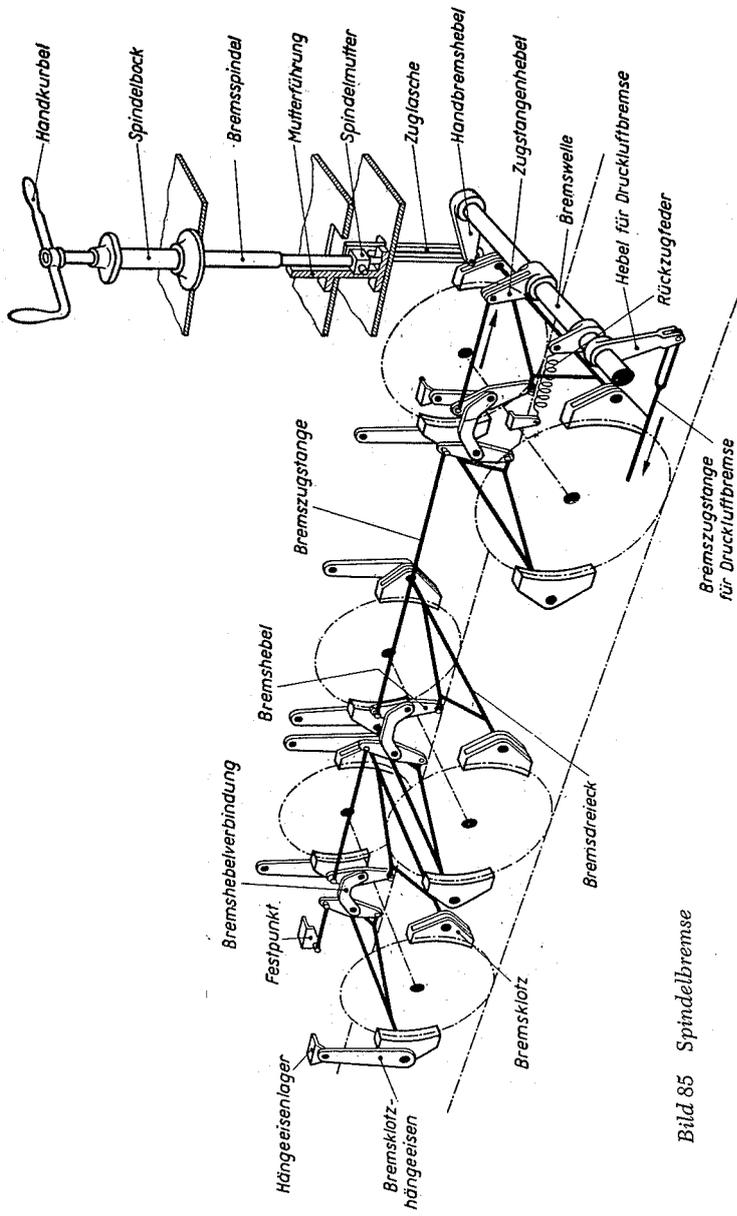

Bild 85 Spindelbremse
Die *Spindelbremse* trägt ihren Namen nach der Schraubenspindel, die mit einer Handkurbel gedreht wird und dabei eine Mutter in Längsrichtung der Spindel bewegt. Zwei Zuglaschen übertragen diese Bewegung über Hebel und Bremswelle auf das Bremsgestänge. Dreht man die Spindel im Uhrzeigersinn, so wird die Bremse angezogen, im umgekehrten Sinn gelöst (BO § 35 (1) Bild 85).